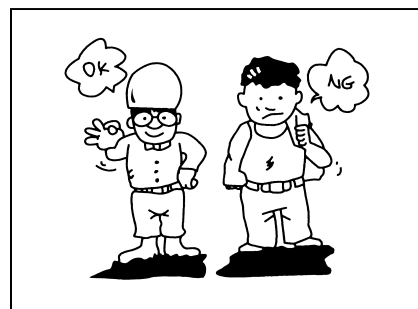

Рис.2-1
- Следует надеть спецодежды с сжатым рукавом и ногой брюки; следует надеть очки. (рис.2-1).